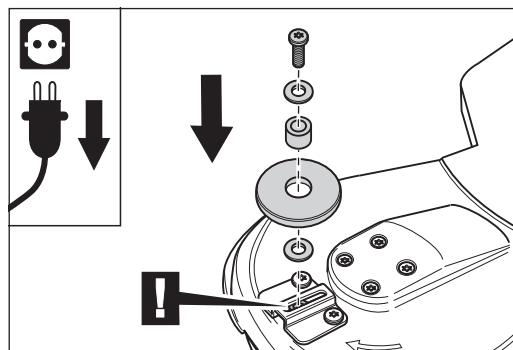

Abb. 73 Zusammenbau der Wandschutzrolle. **Auf die Mutter im Halter achten!**
- 4 Setzen Sie die Buchse in die neue Wandschutzrolle ein und legen Sie diese mit jeweils einer Scheibe pro Seite auf den Wandschutzrollenhalter auf. **Beachten Sie dabei, dass sich die Mitte der Rolle über der Mutter im Halter befindet (Abb. 73)!**